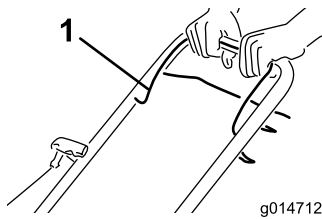

Figure 15
1. Maintenez la barre de commande de la lame (Figure 15) contre le guidon.